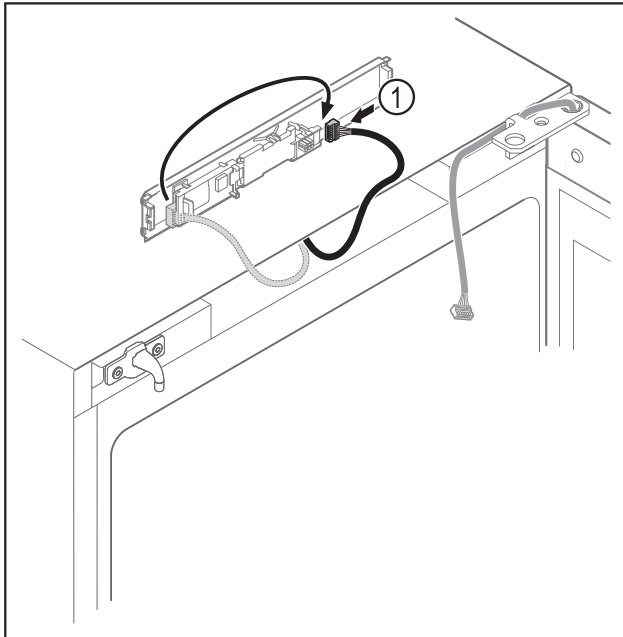

Fig. 19
- Aseta pistoke Fig. 19 (1) levyyn toiseen kohtaan.